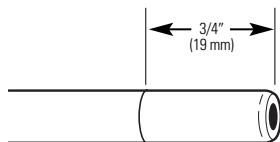

Fig. 5
1. Mesurer 1,9 cm (3/4 po) à partir de chaque extrémité du tube et faire une marque au crayon (Fig. 5). (**Vérifier que le tube est bien arrondi et lisse, et aussi sans ébréchures, coupures, surfaces aplatis ou arêtes vives.**)
1. Mida 3/4" desde el extremo de cada corte de la tubería y márquelo con un lápiz (Fig. 5). (**Revise los bordes en cuanto a su suavidad, redondez, presencia de cortes, hendiduras, espacios planos y filos.**)